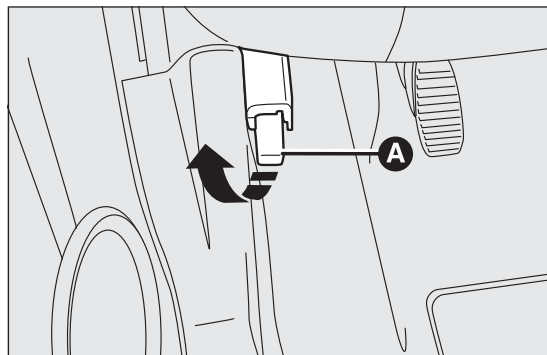

fig. 59
- ☐ tirar de la palanca A fig. 59 en el sentido indicado por la flecha;